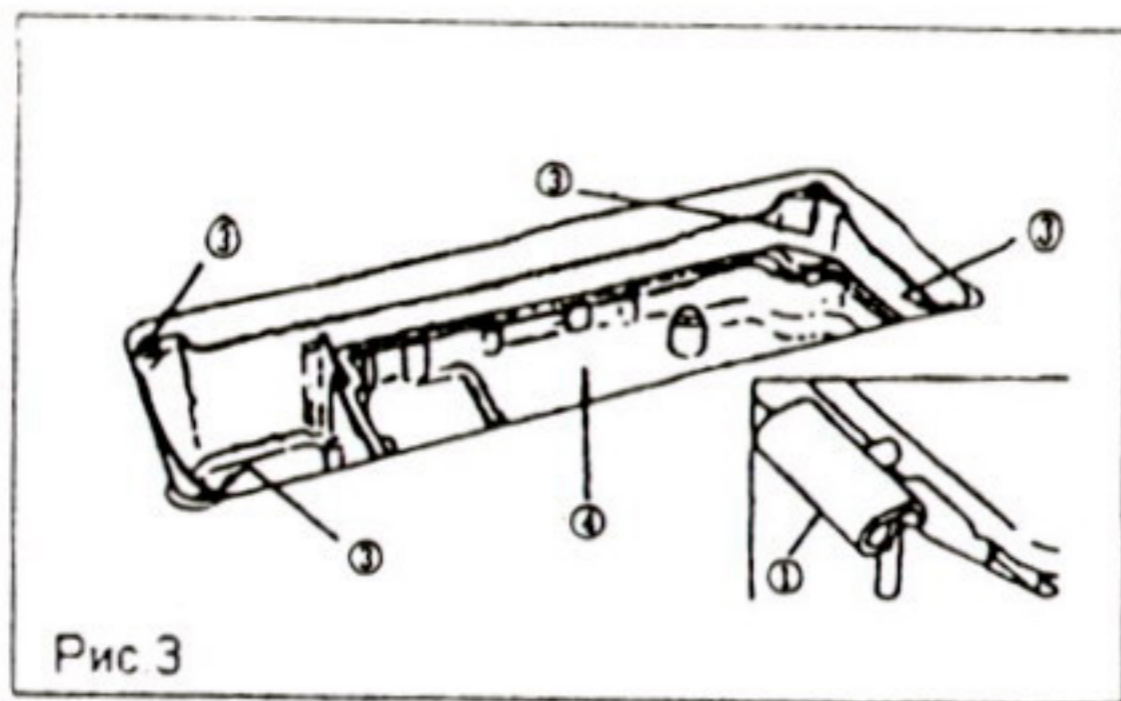

Рис.3
- 2) Закрепите две резиновых опоры (1) на стороне А (стороне работающего на машине) в углах прямоугольного паза в столе машины с помощью гвоздей (2) или шурупов, как показано на рисунках 1 и 2. Закрепите две опоры-подушки (3) на стороне В (навесной стороне) в углах прямоугольного паза в столе машины также с помощью гвоздей (2) или с помощью клея. Затем положите масляный поддон (4) на закрепленные опоры.
- 3) Закрепите петлю (1) в отверстии стола машины и подгоните головку машины к резиновой петле (2) стола, прежде чем устанавливать головку на опорные подушки в четырех углах (рис.3;4).